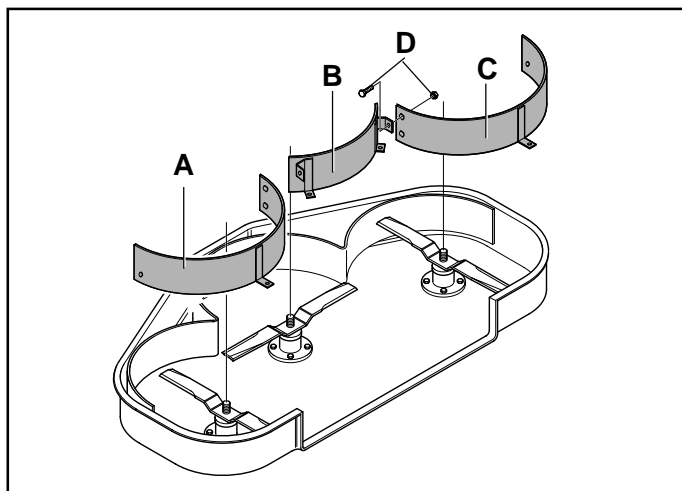

Fig. 12
Disporre i particolari (A/B/C) su di un piano (Fig. 12), fissandoli tra di loro con viti e dadi (D).
Arrange the parts (A/B/C) on a surface (Fig. 12) and fix them together with bolts and nuts (D).
Die Teile (A/B/C) auf einer Ebene anordnen (Abb. 12) und untereinander mit Schrauben und Muttern (D) befestigen.
Placer les pièces (A/B/C) sur une surface plane (Fig. 12) en les assemblant avec les vis, les écrous et les rondelles (D).
Poner los elementos (A/B/C) en un plano (Fig. 12) y montar los con tornillos, y tuercas (D).